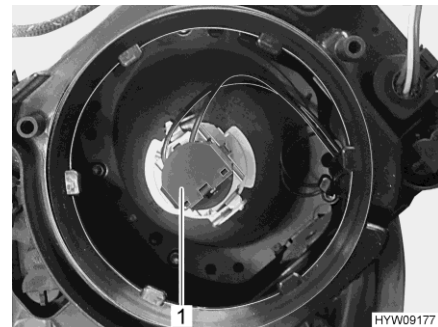

Fig. 231 Bombilla (luz de cruce / luz larga)
- Girar el portalámparas (Fig. 231,1) junto con la lámpara en sentido contrario a las agujas del reloj y sacarlo de la caja de la luz.
- Insertar el portalámparas (Fig. 231,1) junto con la bombilla en la caja de la luz y apretarlo en sentido de las agujas del reloj. El portalámparas engatillará audiblemente.